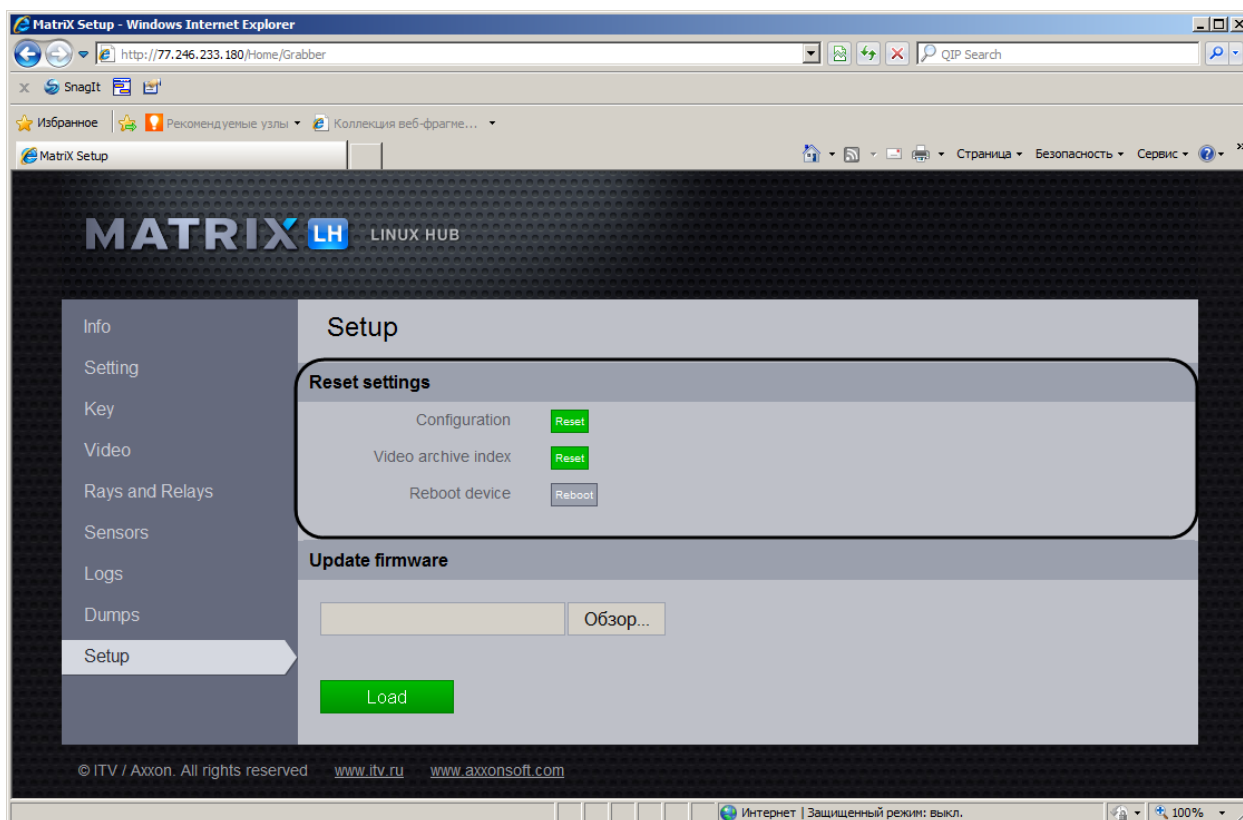

Рис. 7.3—9 Сброс выборочных параметров конфигурации (вкладка «Setup»)
На вкладке «Setup» (Рис. 7.3—9) осуществляется сброс выборочных параметров конфигурации LS (LH).